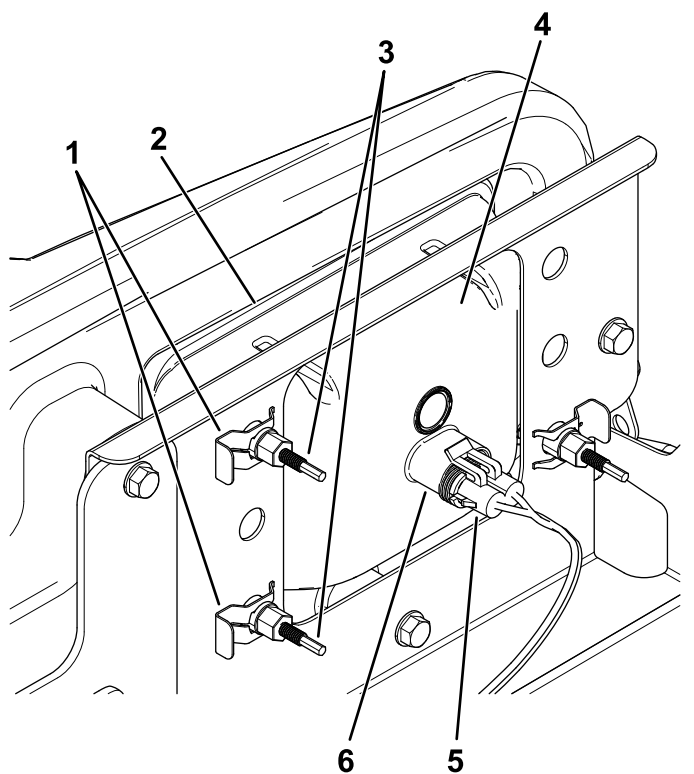

Figura 47
3. Desligue o conector elétrico para a cablagem do conector do conjunto da lâmpada (Figura 47).
- Retire os cliques rápidos que fixam o farol ao respetivo suporte (Figura 47).
- Retire o conjunto do farol movendo-o para a frente através da abertura no pára-choques dianteiro (Figura 47).
- Instale o novo farol através da abertura no pára-choques (Figura 47).
- Ligue o conector elétrico para a cablagem ao conector do conjunto da lâmpada (Figura 47).
- Na parte traseira do conjunto de faróis, rode os parafusos de ajuste (Figura 47) para inclinar o conjunto dos faróis e alinhar a posição do feixe.